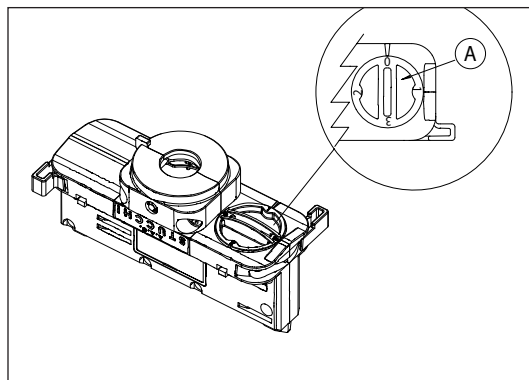

Fig. 5 Selettore di fase
将导轨连接至三相系统时，可通过适配器的适当选择器 (A) 选择相位 (L1、L2或L3)，来为系统的单光源送电 (图5)。